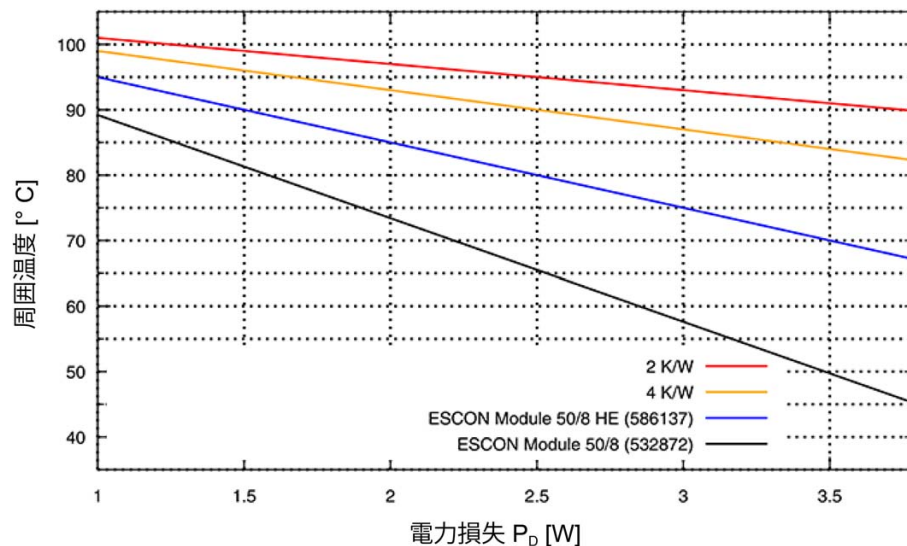

図 2-2 周囲温度ディレーティング／必要なヒートシンク
拡張高さ *1)	6'000 ~ 10'000 m MSL ディレーティング: 周囲温度 (→ 図 2-2) より 11 °C 低い
3) → 図 2-2